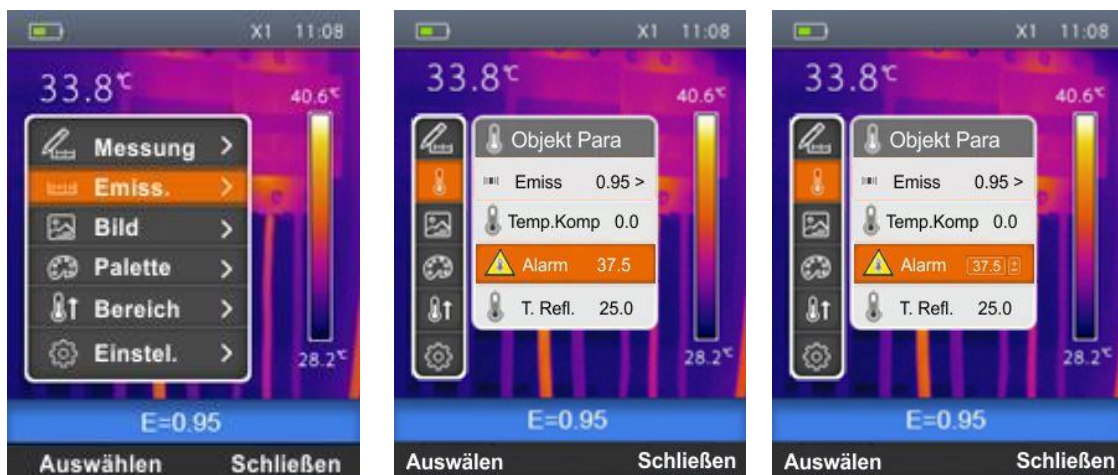

Abb. 20: Einstellung des Alarmzustands bei der Temperaturmessung
1. Wählen Sie "Emiss" mit den \oplus oder \ominus Tasten aus und drücken Sie die  Taste. Die Bildschirmseite Abb. 20 – Mitte erscheint im Display.
2. Benutzen Sie die \oplus oder \ominus Tasten zur Auswahl von "Alarm" und drücken Sie die "Auswählen" Taste. Die Bildschirmseite Abb. 20 – Rechte Seite erscheint im Display.
2. Benutzen Sie die \oplus oder \ominus Tasten zur Auswahl des gewünschten Anzeigemodus unter den Optionen: **IR** (Infrarot Bild), **Sichtbar** (visuelles Bild), **MIX** (Fusion des IR Bildes im visuellen Bild) and **AUF** (Auto Fusion function – see § 5.2.4.1) (see Fig. 20)